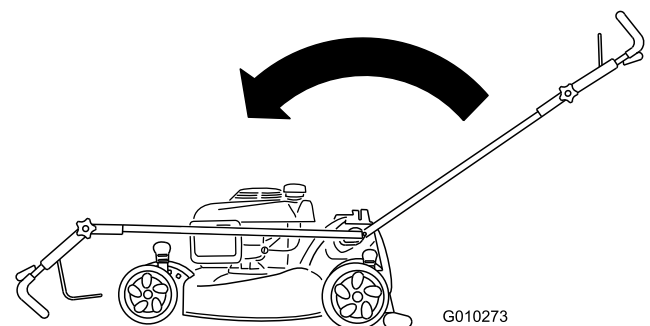

Bild 53
2. Schieben Sie den Griff ganz nach vorne und lösen Sie das obere Griffhandrad (Bild 53).